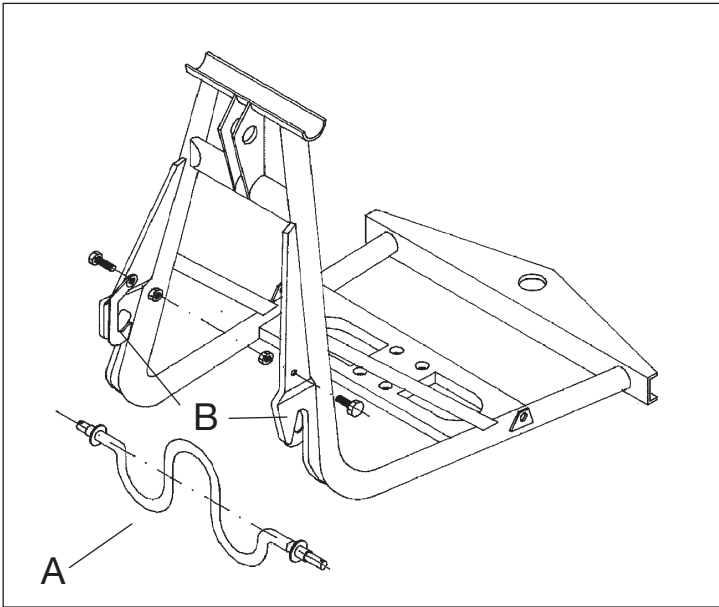

Fig. 1
Las máquinas llevan un enganche rápido (fig. 1) el cual consta de una barra (A) y dos gatillos (B) (fig. 1). En primer lugar colocaremos en los brazos inferiores del tractor la barra (A), bloqueándola posteriormente con dos pasadores de seguridad.
Para acoplar la máquina levantaremos los gatillos del enganche rápido (B) y meteremos por debajo la barra del enganche rápido (A), el cual estaba ya fijo a los brazos del tractor. (fig. 1)